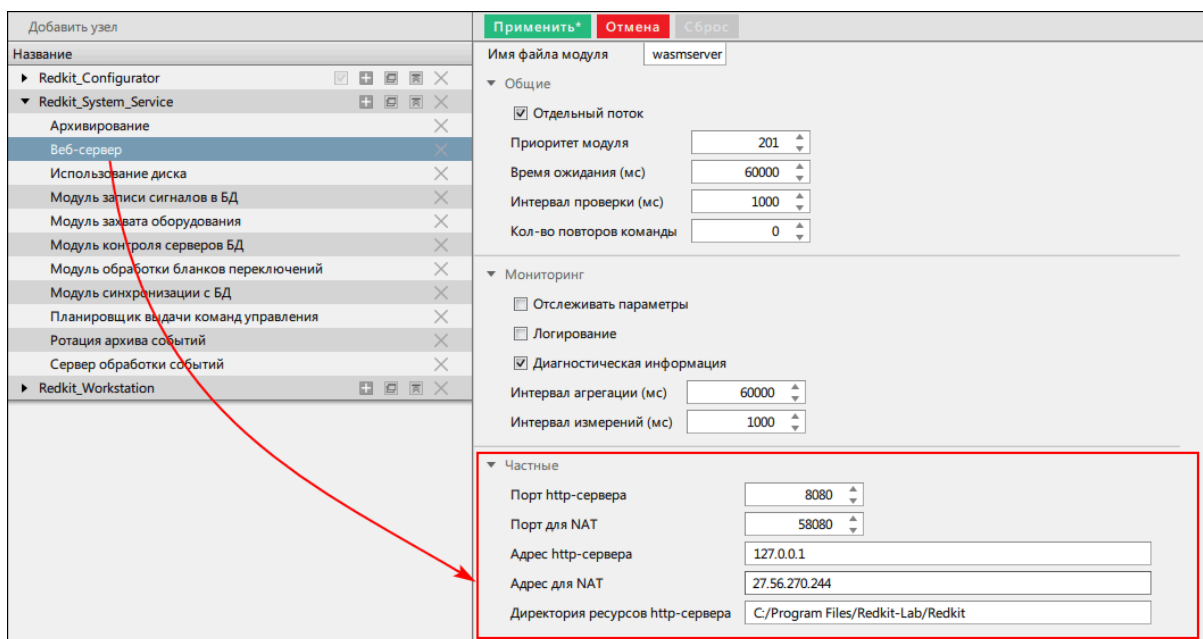

Рисунок 513 - Настройка модуля «Веб-сервер» для NAT
6. Нажмите на модуль **Веб-сервер** и справа в настройках **Частные** укажите (Рисунок 513):